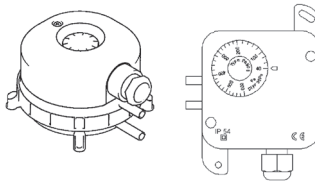

Bild 7
- Tryckvakt som visas i bild 7 används i aggregaten.